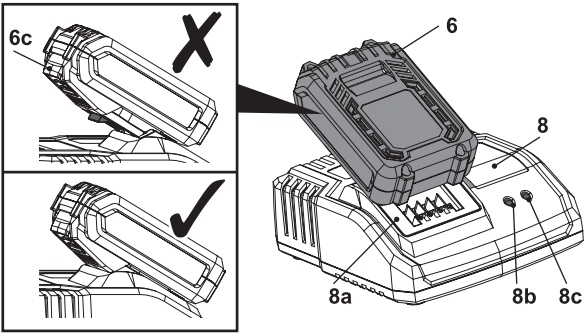

Fig. 5
2. Alinhe a bateria (6) com as ranhuras de carregamento (8a) e deslize-a até bloquear no devido local (Fig. 5).
5. Segure o carregador na posição correta com uma mão. Prima o botão de desbloqueio (6c) (Fig. 5) e puxe a bateria para fora.